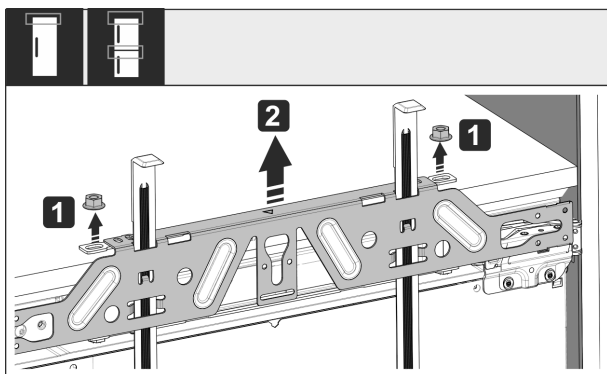

Fig. 54
- ▶ Povolte pojistné matice Fig. 54 (1).
- ▶ Sejměte upevňovací příčnick Fig. 54 (2).